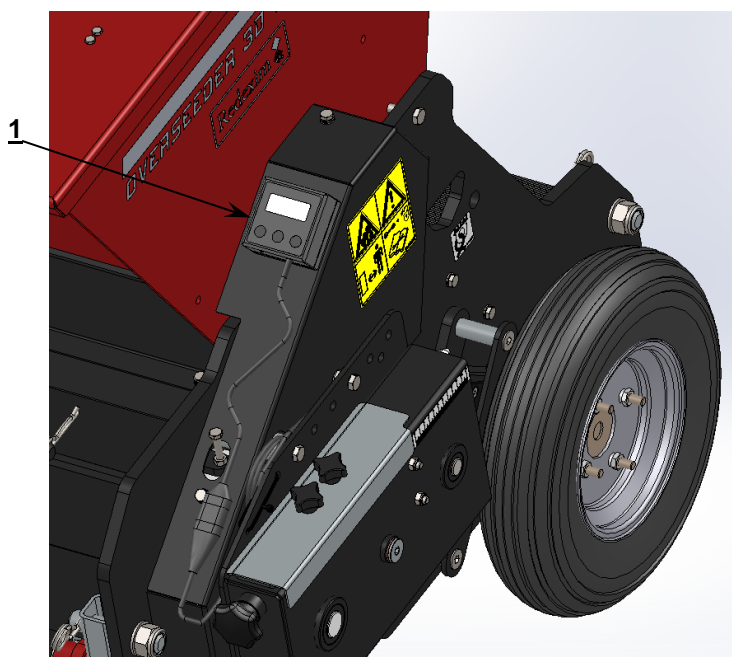

Figura 7
Sulla macchina è montato un misuratore di superficie digitale (1) (cfr. **Figura 7**). Questo misuratore può essere utilizzato per leggere vari dati come l'area lavorata, le distanze, le ore lavorate e così via.